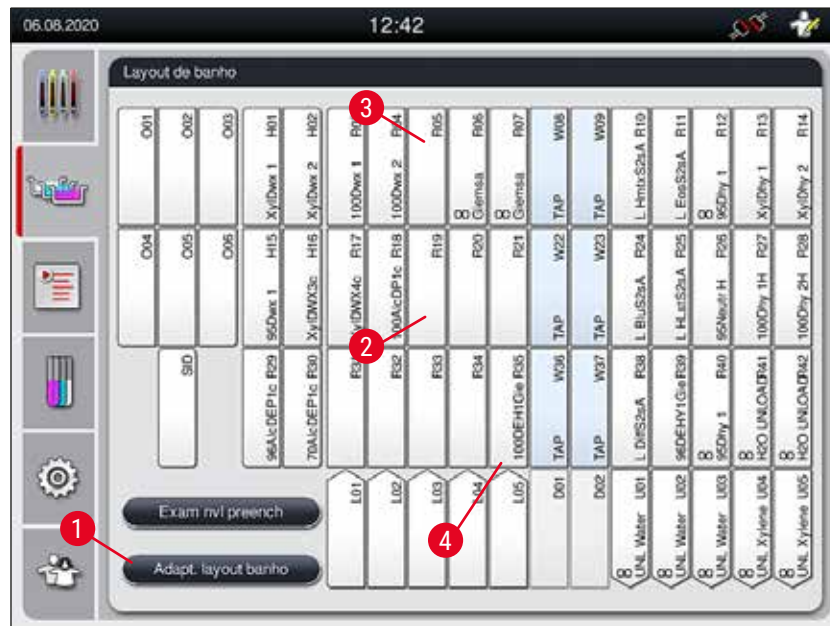

Fig. 61
1. Na visualização do layout de banho (→ "Fig. 61"), pressione o botão **Adapt. layout banho** (→ "Fig. 61-1").
1. Para mover as estações de reagentes, selecione-as individualmente no layout de banho (→ "Fig. 61") tocando na tela e depois em uma posição disponível na área de transferência (→ "Fig. 64-1").